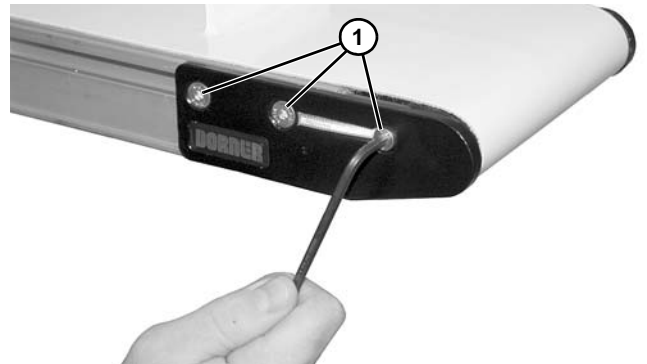

Figura 71
3. Instale la placa del cabezal sobre la polea de transmisión y una la placa del cabezal al armazón del transportador con tres tornillos (**Figura 71, artículo 1**). Apriete los tornillos a 7 Nm.